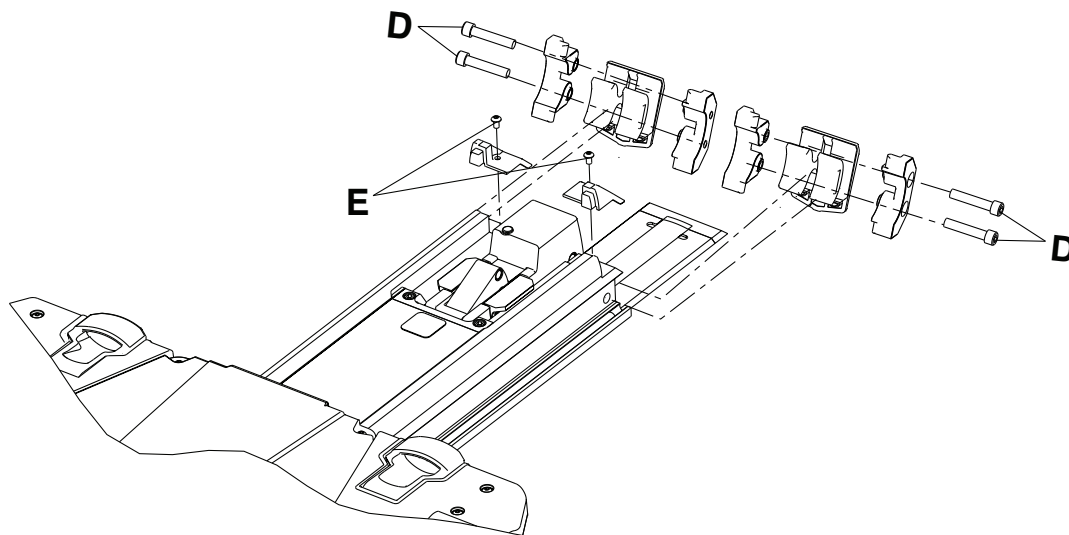

Figure 9 – Vis du chariot
2. Appuyer sur le bouton de déblocage du chariot du côté tête de l'ancrage (B).
4. Glisser le déclencheur du dispositif de verrouillage de l'ensemble de transfert vers la droite du patient (C) pour le déployer.
6. À l'aide d'une clé Torx T25, retirer les deux vis qui fixent la garniture de l'ensemble de transfert (E) (Figure 9). Conserver les vis.